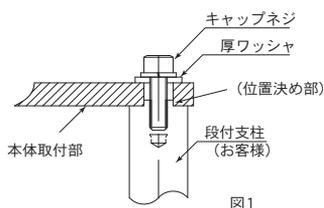

図1
- CPS124は本体の4ヶ所の取付穴φ10(0~+0.04)を使用します。取付例を図1に示します。取付には本体のカバーを外します。取付穴に軸を圧入しないでください。